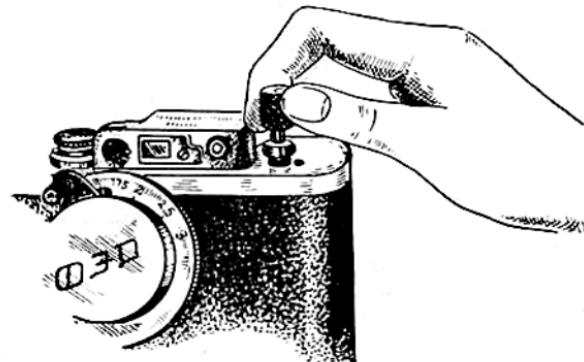
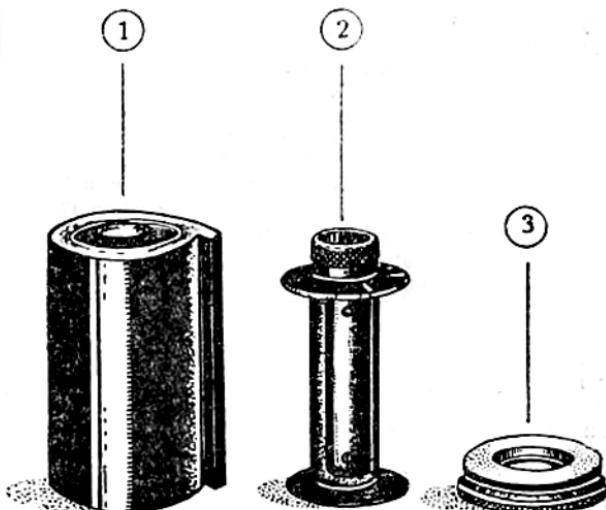
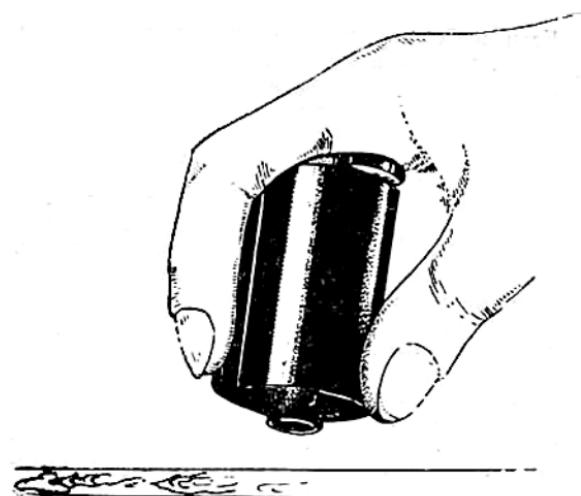

Рис. 3. Перематывание пленки.
Рис. 4. Кассета аппарата „ФЭД“ в собранном и разобранном виде. 2 Кассетная катушка. 3 Кольцо - крышка.
Рис. 5. Открывание кассеты.
Для обратного перематывания заснятой пленки в кассету надо, выключив механизм подачи пленки, поднять головку вверх до отказа (Рис. 3) и вращать ее по направлению стрелки, выгравированной на головке. По окончании перематывания головку опускают до отказа и снова включают механизм подачи пленки, повернув выключатель (16) до упора в стержень, выступающий на крышке.
Держат аппарат нижней с'емной крышкой вверх и снимают, как выше было указано (Рис. 3), нижнюю крышку аппарата. Затем вынимают из аппарата кассету, находящуюся справа и аппаратную катушку, находящуюся слева. Теперь отодвигают аппарат в сторону и раскрывают кассету (Рис. 4), нажимая головкой кассетной катушки о доску стола (Рис. 5). В результате кольцо-крышка (Рис. 4/3) освобождается из кассеты и из корпуса вынимают кассетную катушку (Рис. 4/2).
выдвигают головку механизма перематывания пленки (Рис. 1/13) и вращают ее в направлении, стрелки, выгравированной на головке (Рис. 3). Тем самым пленка перематывается с аппаратной катушки снова в кассету. Признаком того, что вся пленка пермотана, служит отсутствие вращения кнопки (8), а также заметно облегченное вращение головки механизма перематывания пленки. Тогда нижнюю крышку аппарата открывают, и вынимают кассету. После этого можно приступать к перезарядке кассеты и к проявлению пленки.